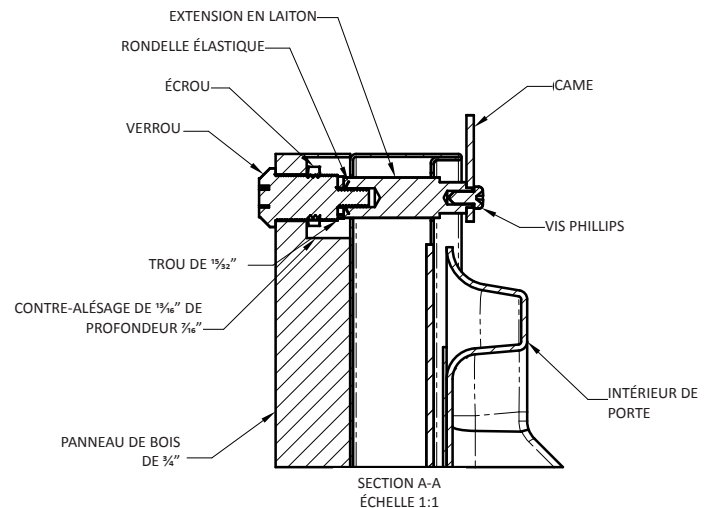

Figure 10
Localisez et marquez avec un crayon l'emplacement du trou de verrouillage sur le panneau de revêtement, c'est le trou dans l'angle supérieur du côté de la poignée de la porte. Enlevez le dispositif de maintien et enlevez le panneau de revêtement de la porte. Sur la face arrière du panneau où vous avez marqué l'emplacement de verrouillage, percez un contre-alésage de diamètre $\frac{13}{16}$ " (20,5 mm) d'une profondeur de $\frac{7}{16}$ " (11,0 mm) dans le panneau de revêtement. Percez un trou de diamètre $\frac{15}{32}$ " (12,0 mm) dans le panneau de revêtement au milieu de ce contre-alésage en prenant soin de ne pas faire éclater le bois sur la face avant du panneau (Voir la Figure 10).
Deux (2) extensions de verrouillage sont fournies avec le verrou. Utilisez l'extension la plus longue pour un panneau de revêtement d'épaisseur $\frac{3}{4}$ " et la plus courte pour un panneau d'épaisseur $\frac{3}{8}$ ". Assemblez l'extension de verrouillage, une rondelle d'arrêt de came, une rondelle élastique et une vis de fixation sur le verrou comme montré aux Figures 10 et 11. Installez cet ensemble sur le panneau de revêtement avec l'écrou de maintien en utilisant une douille de 15 mm. Assurez-vous que la fente en trou de serrure du verrou est verticale.